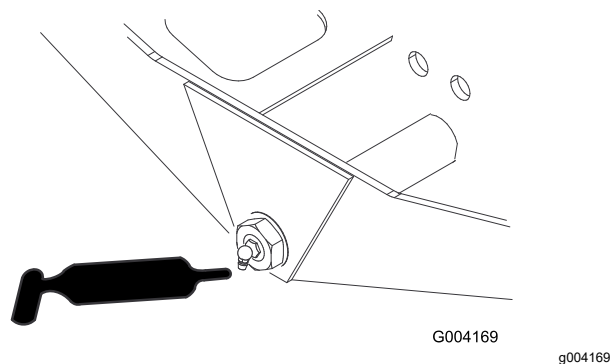

Рисунок 70
- Ось поворота моста (1 шт.) (Рисунок 70)